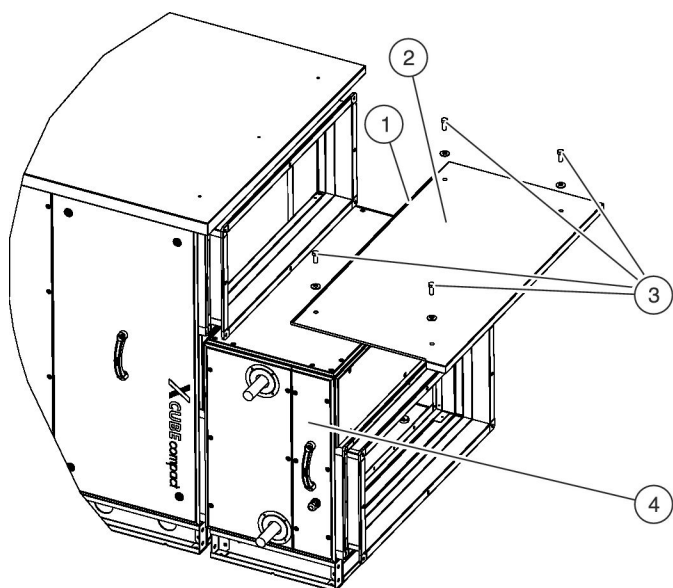

Рис. 22: Крыша
1. ▶ Закрепите уплотнение (Рис. 22/1) между крышей (Рис. 22/2) и дополнительным модулем (Рис. 22/4).
2. ▶ Прикрепите крышу (Рис. 22/2) дополнительного модуля (Рис. 22/4) непосредственно на модуль (Рис. 22/4), используя 4 винта (Рис. 22/3).